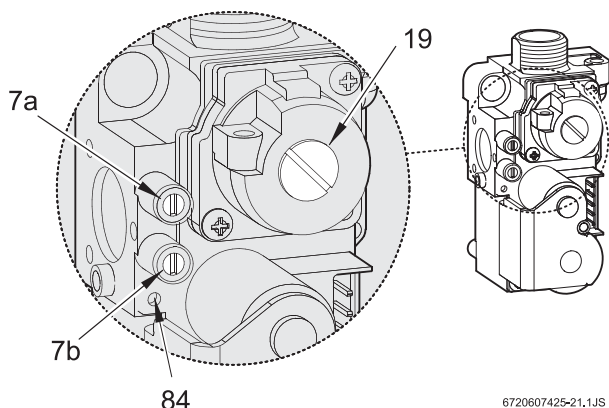

Fig. 31 Vană gaz
- ▶ Se scoate capacul etanșat al șurubului de reglare a debitului maxim de gaz (19) (Fig. 31).
- ▶ În cazul gazelor naturale: debitul de gaze MAX se reglează cu ajutorul șurubului de reglare (19) (Tab. 10).